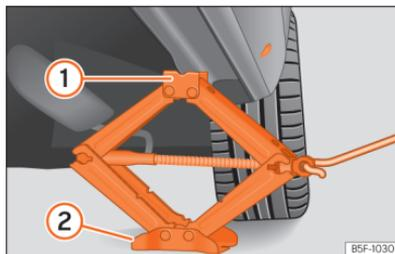

Abb. 245 Längsholm: Wagenheber ansetzen.
- Drehen Sie die Kurbel des unter dem Aufnahmeplatz des Längsträgers befindlichen Wagenhebers, bis sich die Nase **(1)** >>> **[Abb. 245]** unter der vorgesehenen Einführung befindet.